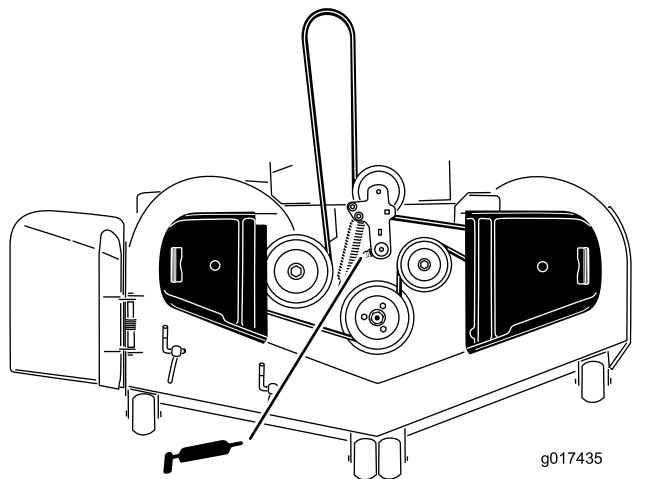

図 38
3. 刈り込みデッキのアイドルプーリーのピボットにグリスを注入するグリスが下から漏れてくるまで入れること 図 38。